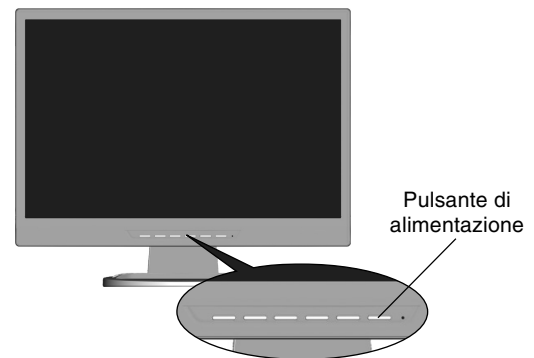

Figura C.1
5. Accendere il monitor con il pulsante di alimentazione, posto sulla parte anteriore, e il computer (**Figura C.1**).